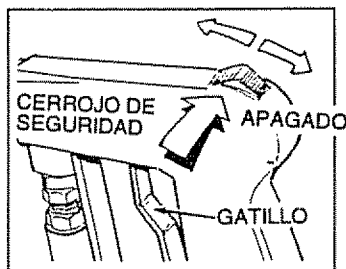

FIG. 14
- Apriete el gatillo del dispositivo de lavado de presión (Fig. 14).